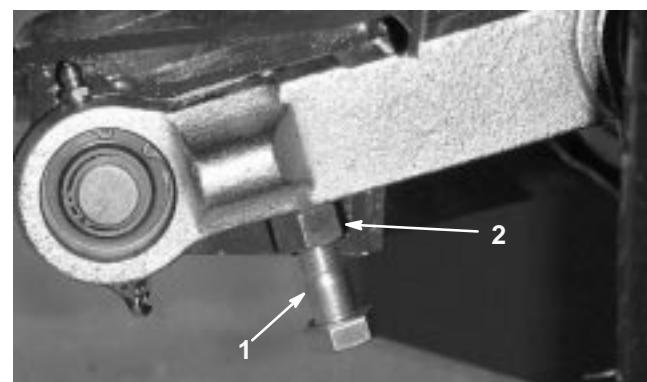

Figure 21
- Pour ajuster la distance, localisez le boulon sur la biellette de pivot arrière du plateau de coupe (Fig. 21). Desserrez l'écrou de blocage sur le boulon de réglage. Desserrez ou serrez les boulons de réglage de façon à obtenir un écartement de  $13 \pm 3$  mm, puis serrez l'écrou de blocage.